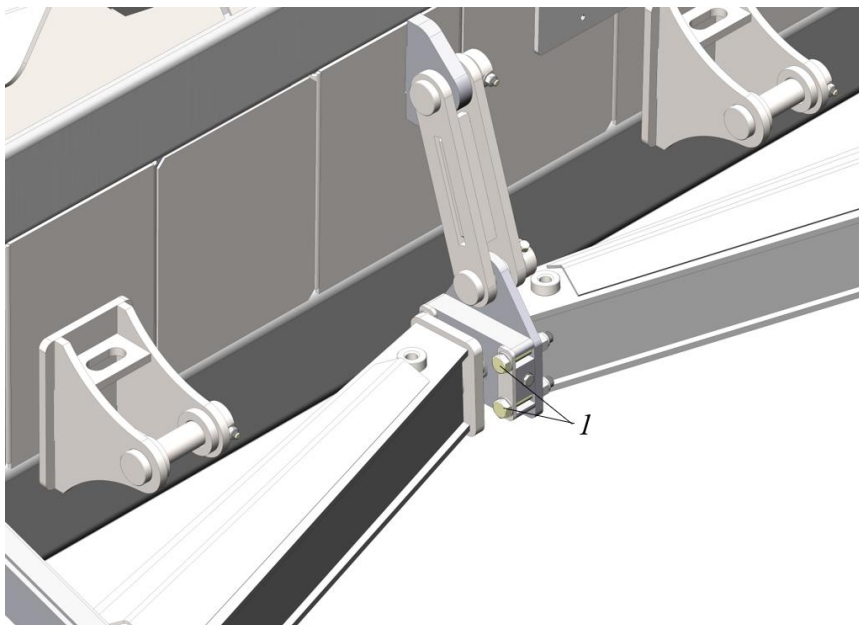

Рисунок 3.141. Центральный подшипник
- Ослабьте винты 1 на центральном соединении, рис. 3.141.